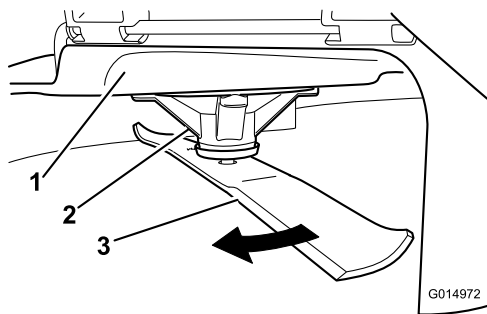

Figura 61
2. Usando luvas almofadadas ou outra proteção adequada para as mãos, rode lentamente lâmina a medir para uma posição que permita uma medição efetiva da distância entre a extremidade de corte e a superfície nivelada onde a máquina está (Figura 61).